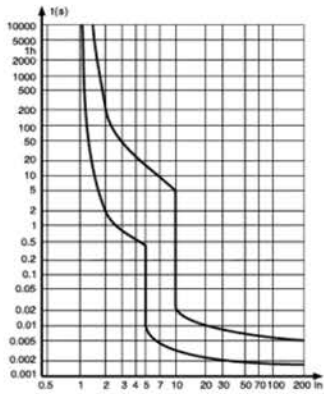

Рис. 4. Время-токовая характеристика С.
8.3 Время-токовую характеристику АВДТ серии ДИФ-101 S см. рис. 4.